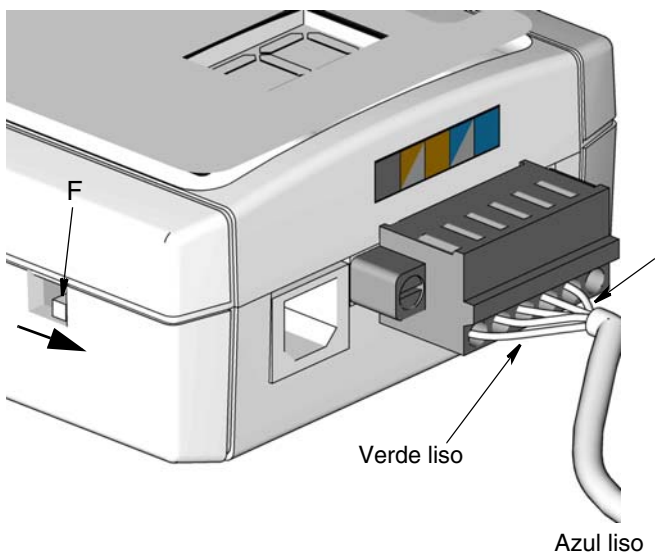

FIG. 9
NOTA: Los cables de color gris liso y azul liso identificados en FIG. 9 están identificados como referencia para garantizar una correcta orientación de los componentes cuando se conecta el transceptor al cable RS422
Anote la ubicación y el color de los cables en el diagrama de conexiones (FIG. 9) para conectar correctamente el cable RS422 en el transceptor.
- Conecte el conector USB (1) al puerto USB del ordenador (2). Conecte el extremo del cable de alimentación en la entrada de corriente del transceptor (A) primero y luego en una fuente de alimentación de 120 - 240 VCA.
- Asegúrese de que el interruptor de selección (F) esté en la posición correcta para la conexión RS422. Consulte FIG. 9 para la configuración del interruptor.